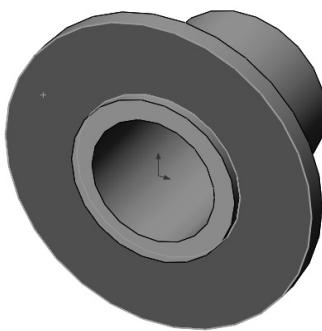

图 5-147 选择草图基准面
- [1] 选择模型的上表面作为草图基准面如图 5-147 所示，单击【草图绘制】按钮 .